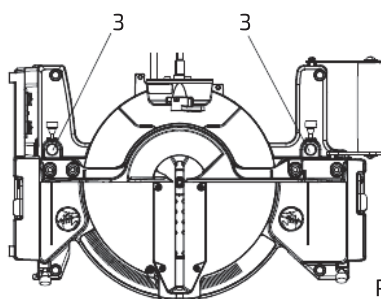

Рис. 8
2. Поместить тиски (2) в одно из крепежных отверстий (3) (рис. 8).
3. Закрутить рукоятку крепления тисков (1).